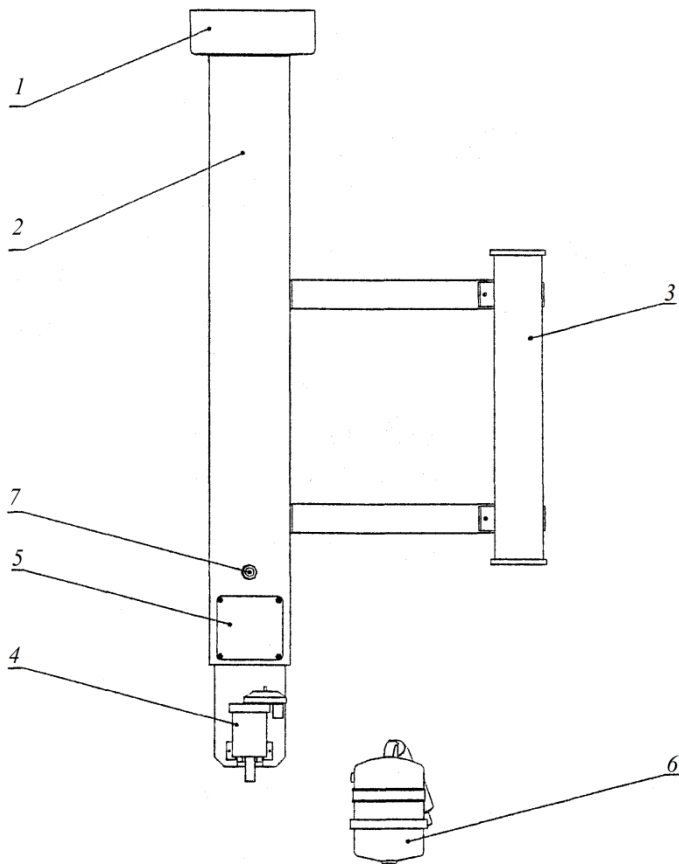

Рис. 1. Модуль управления доением:
**Модуль управления доением** (рис. 1) состоит из стойки 2 и установленных на ней блока клапанов 1, устройства управления 5, потокомера 4, вакуумного цилиндра 3, укрепленного на секции доильного станка, и установленного на стенке траншеи доильного зала счетчика надоя молока 6. Включение и выключение электропитания модуля управления доением осуществляется кнопкой 7.
ты «А». Если какой-то модуль не включился, следует нажать на его кнопку питания 7 (см. рис. 1) на стойке. Символ режима работы модуля постоянно выводится в 6-м разряде индикатора.